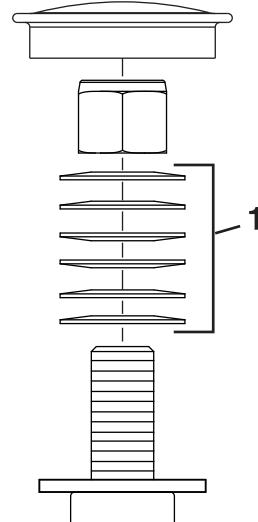

Figure 88
3. Déposez le capuchon protecteur de la roue pivotante et serrez le contre-écrou (Figure 88).
4. Continuez de serrer le contre-écrou jusqu'à ce que les rondelles élastiques soient aplatis, puis desserrez-le d'un quart de tour pour obtenir la précharge correcte des roulements (Figure 88).
**Important:** Veillez à placer les rondelles élastiques correctement, comme montré à la Figure 88.
5. Reposez le capuchon protecteur (Figure 88).